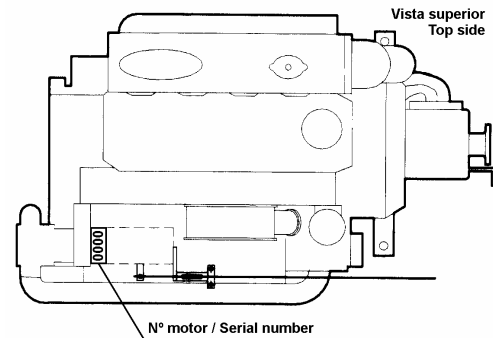

Fig. 1.2
- Poinçonnage situé sur le moteur indiquant les éléments d'homologation (voir Fig. 1.2)